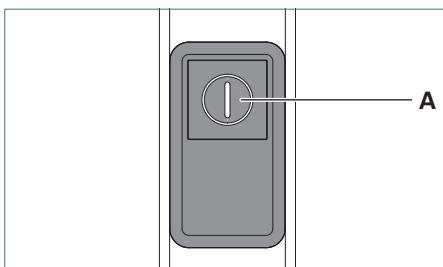

Fig. 27: Élément de commande.
- ▶ Appuyez sur la touche **A** sept fois de suite rapidement, voir Fig. 27.
- ▶ Appuyez sur la touche **A**, voir Fig. 27.
- ▶ Appuyez sur la touche **A** et maintenez-la enfoncée, voir Fig. 27.